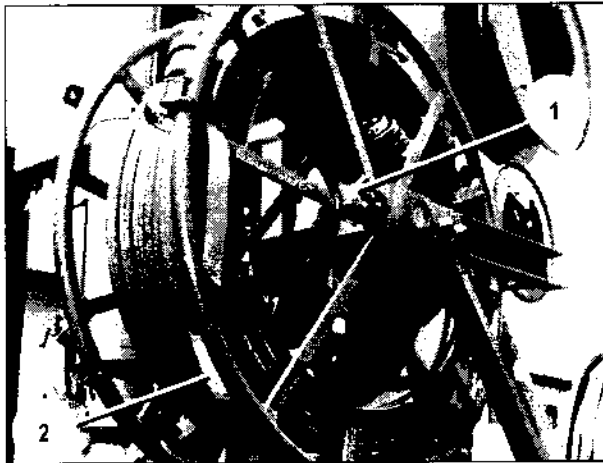

Bild 62
1. Bremskraft der Kabeltrommel, wenn locker, mit der Stellschraube (Bild 62/1) regulieren und Stromversorgungskabel, 60 m (Bild 62/2), von der Kabeltrommel abziehen und zur Kabine des Kfz verlegen.